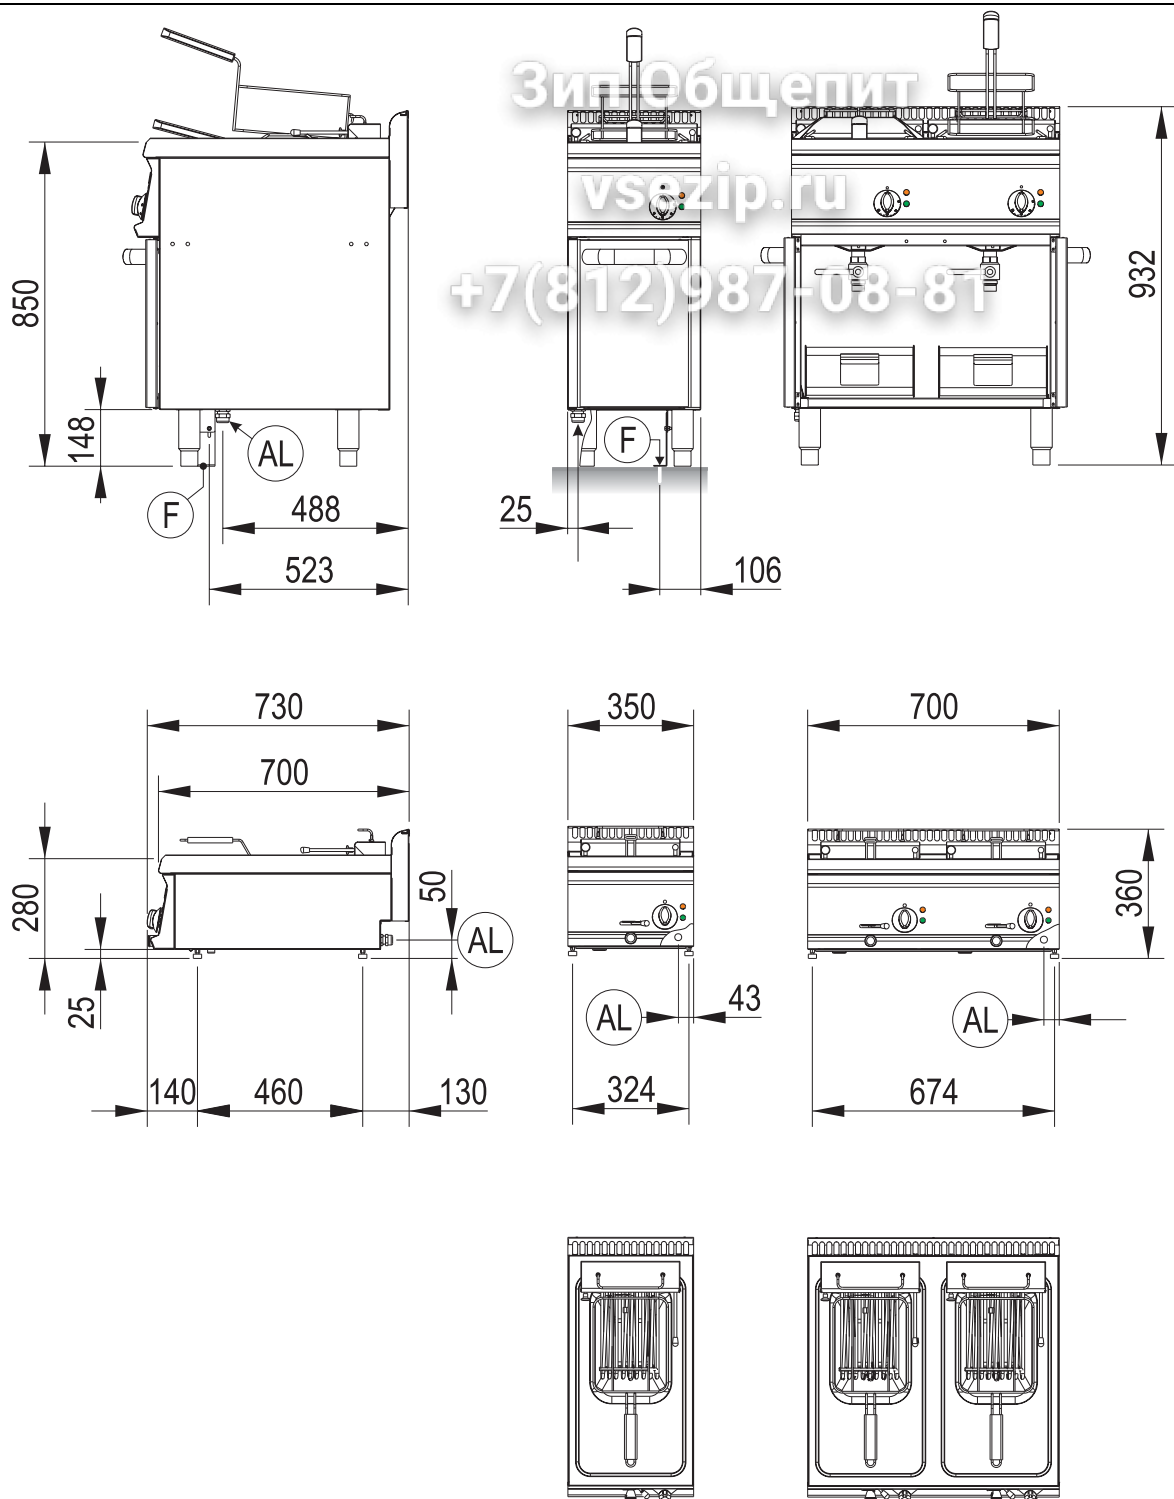

Fig.1 – Abb.1 - рис.1
- Dovrà avere una sezione minima come specificato in tabella (fig.1).